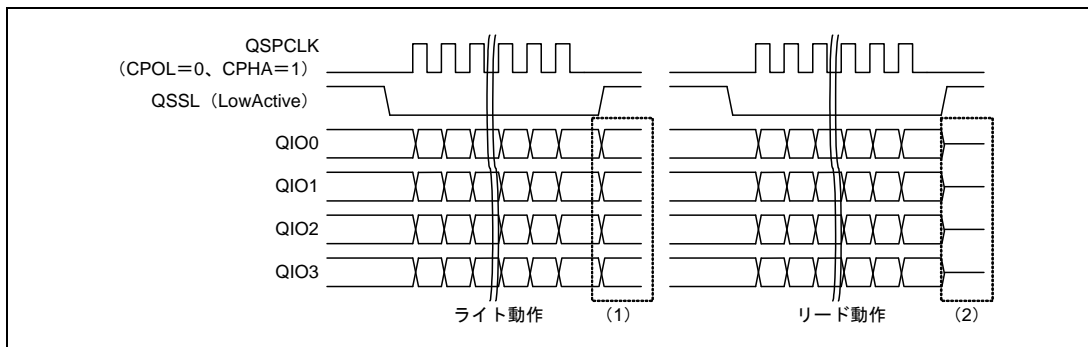

図 17.16 Dual/Quad-SPI モード転送終了後の端子状態 (Quad-SPI の例)
転送終了条件は送受信に関わらず最終サンプリングタイミングに対応する QSPCLK エッジを送出することです。Dual/Quad-SPI モードでのアイドル時の QIO 端子制御はライト後とリード後で異なります。ライト後はレジスタ設定により最終出力データか固定値を出力します。リード後は QIO 端子を Hi-Z にします。Quad-SPI モードを例としたアクセス終了後の端子状態を図 17.16 に示します。図中 (1)、(2) について以下に説明します。